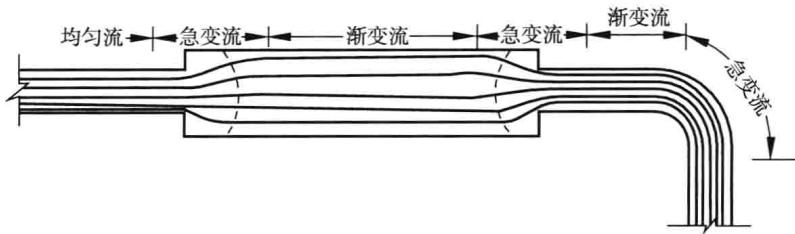

图 10-3 均匀流和不均匀流
(3) 实际流体恒定总流能量方程 质点流速的大小和方向均不变的流动称为均匀流动, 反之为不均匀流动。不均匀流动又按流速随流向变化的缓或急, 分为渐变流动和急变流动, 如图 10-3 所示。